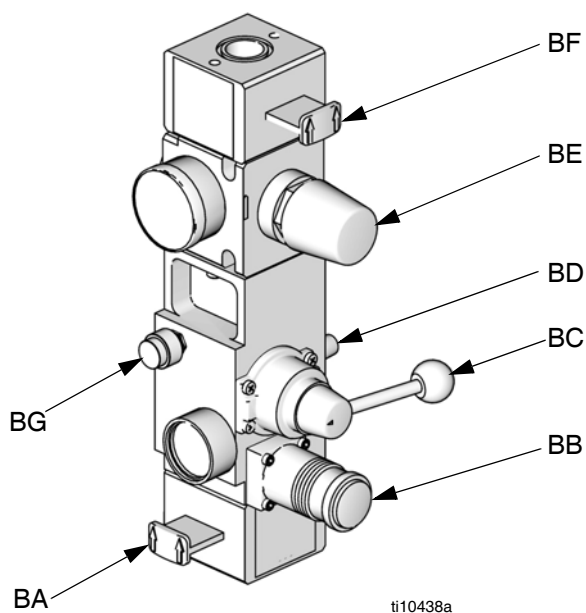

FIG. 3. Commandes pneumatiques intégrées
| G Commandes pneumatiques intégrées (consultez la FIG. 3) | U Vanne de vidange de la conduite d'air (non fournie) |
- G Commandes pneumatiques intégrées (consultez la FIG. 3)